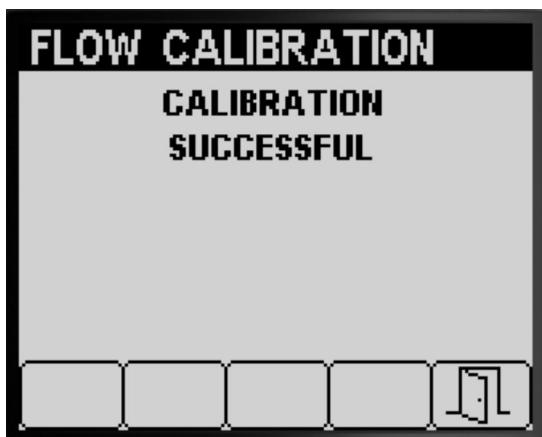
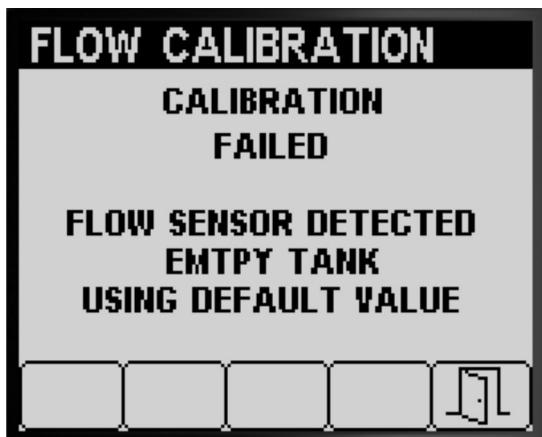

Bild 55
Bild 56
- In einer Meldung wird bestätigt, dass die Flusskalibrierung erfolgreich war (Bild 55).
- In einer Meldung wird angegeben, dass die Flusskalibrierung fehlgeschlagen ist (Bild 56).
3. Drücken Sie die Taste 5, um den Bildschirm „Flusskalibrierung“ zu beenden (Bild 55, Bild 56 und Bild 57).